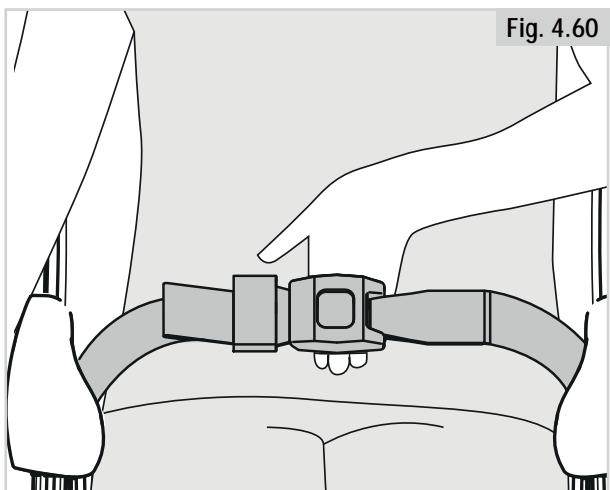

Fig. 4.60
- Justera inte höftbältet hårdare än att du får plats med en hand i mellanrummet (Fig. 4.60).